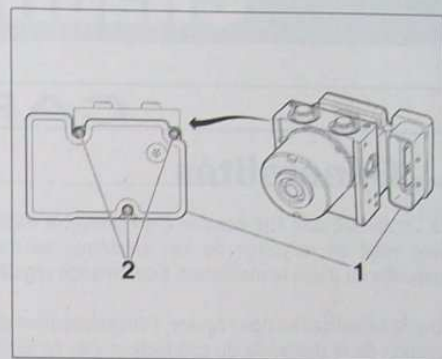

FIG. 15
- Débrancher le calculateur (1) (Fig.15).
- Déposer les 3 vis de fixation (2) du calculateur et le déposer.